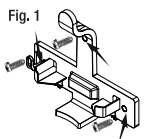

Fig. 2
2. Presione el extremo de la manguera en el punto de succión. (fig.2)
3. Tire el contenido del tanque en el recipiente de eliminación de residuos adecuado. (fig.2)